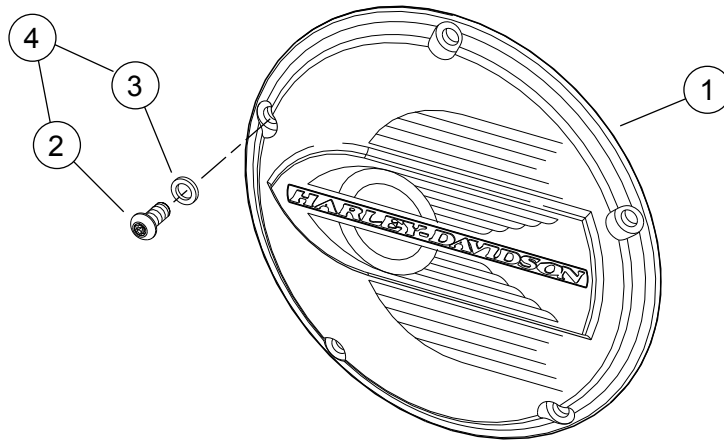

Abbildung 2. Kupplungsinspektionsdeckel „Flying Wheel“
Siehe Abbildung 2 und Tabelle 1.
- b. Siehe Abbildung 2. Eine Unterlegscheibe (3) aus dem Teilesatz auf eine der neuen Schrauben (2) aufstecken. Das Gewinde der Schraube in das obere Loch im Kupplungsinspektionsdeckel einführen und die Schraube behutsam durch das dreieckige Loch in der Dichtung hindurchdrehen. Die Schraube nicht gewaltsam durch das Loch zwingen!